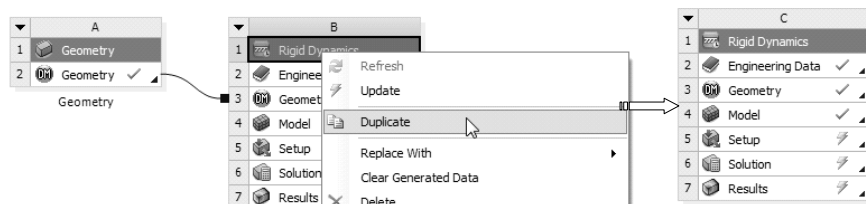

图 10-61 复制项目
1) 选择项目 B 中第一个单元格, 单击鼠标右键, 在弹出的快捷菜单中选择【Duplicate】命令, 复制得到项目 C, 如图 10-61 所示。